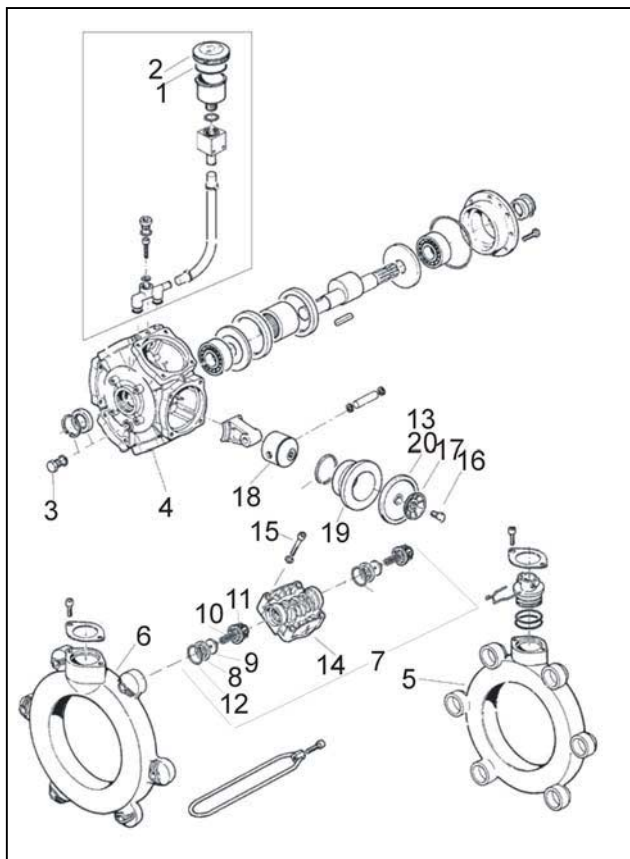

Fig. 9.2
Derudover er der mulighed for, at tappe olien af ved bundproppen (fig. 9.2/3). Herved vil der dog blive lidt olie tilbage i pumpen, derfor anbefaler vi at foretage den første fremgangsmåde.
- Ventilgruppen (fig. 9.2/7) afmonteres.
- Det kontrolleres om ventilsæde (fig. 9.2/8), ventil (fig. 9.2/9), ventilsfjeder (fig. 9.2/10) og ventilstyr (fig. 9.2/11) er beskadigede eller slidte og O-ring (fig. 9.2/12) fjernes.